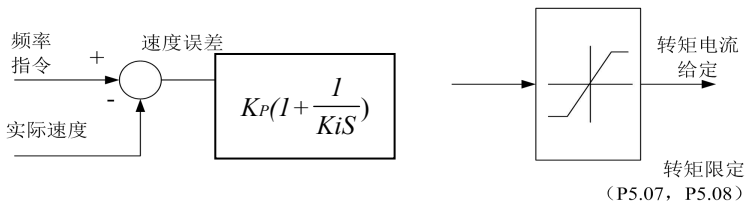

图 6-14 速度调节器框图
- a. 速度调节器 (ASR) 的构成如图 6-14 所示。